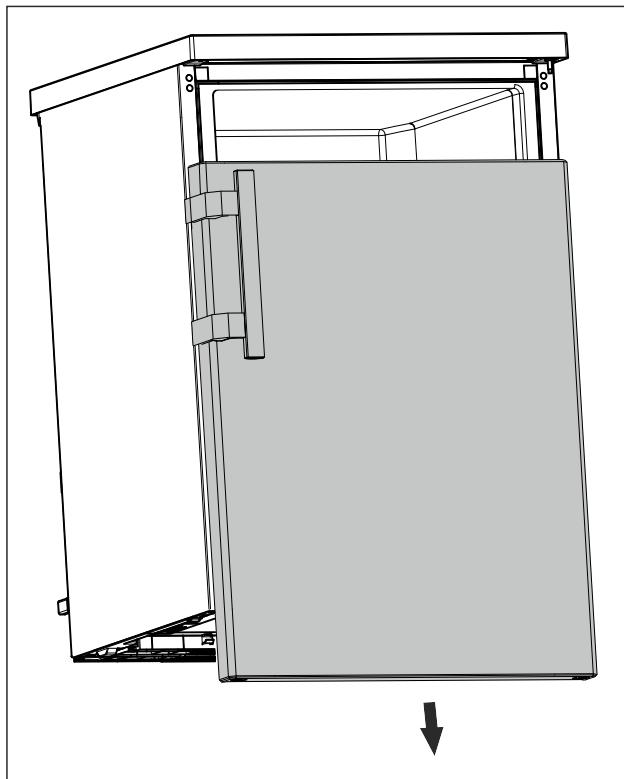

Fig. 12
- Свалете вратата надолу. (виж Fig. 12)